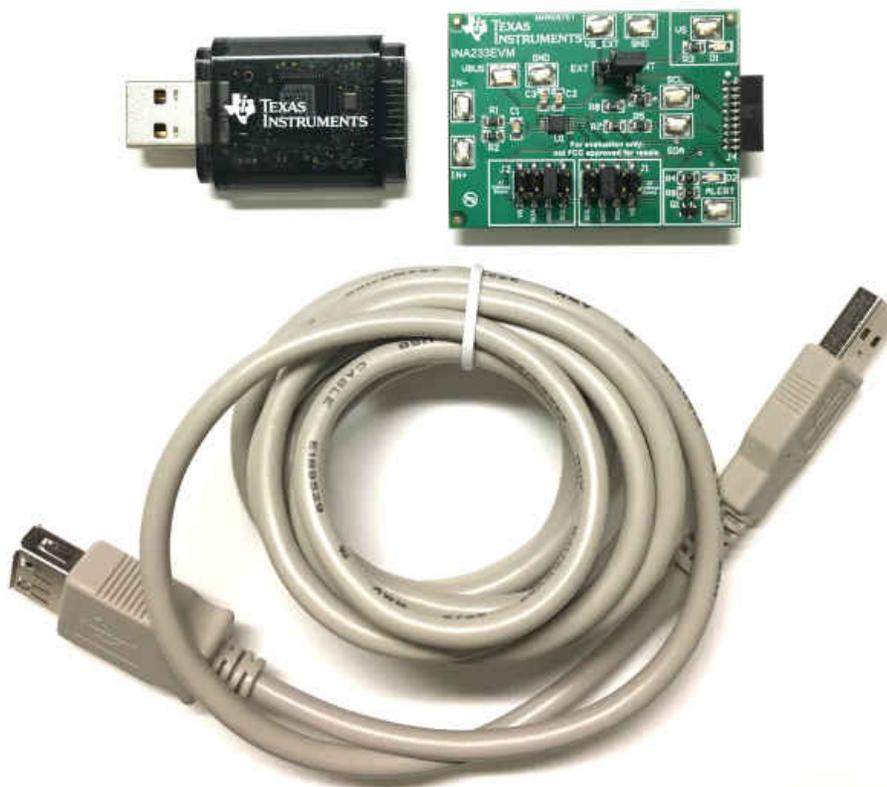

图 1-1. INA233EVM 套件附带的硬件
表 1-1 汇总了 **INA233EVM** 套件包含的物品。**图 1-1** 显示了所有包含的硬件。如果缺少任何元件，请联系德州仪器 (TI) 产品信息中心。TI 还强烈建议查看 TI 网站 (www.ti.com.cn) 上的 **INA233** 产品文件夹，以更新到相关软件的最新版本。